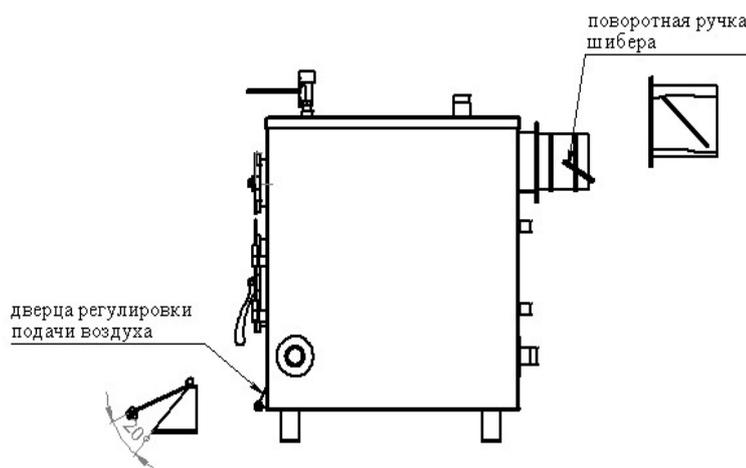

Рисунок 8 - Положение шибер и дверки регулировки подачи воздуха после растопки
- прикрыть ручку шибер на 60° (см. рис.8), чтобы через воздушный зазор дверцы подачи воздуха не выходил дым. Если дым выделяется, заслонку шибер приоткрыть до исчезновения дыма.